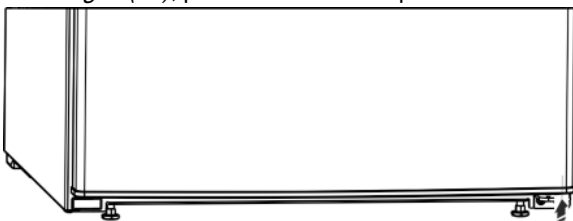

Fig. 9
- ▶ Dištančný diel *Fig. 9 (13)* nasadíte znovu vpravo dole do dverí, pretože je to dôležité pre stabilitu zariadenia.